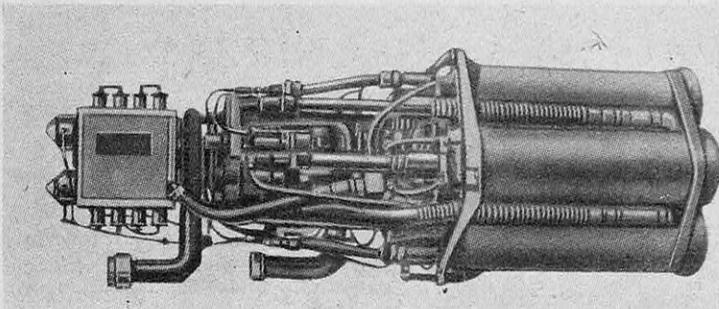

FIG. 14. — LE MOTEUR FUSÉE 6 000 C-4 DE LA REACTION MOTORS
Il existe un autre type de moteur : le moteur-fusée qui d'ores et déjà est capable de fournir l'effort propulsif nécessaire pour dépasser la vitesse du son. La figure 14 représente le moteur 6 000 C-4 développé par la Reaction Motors pour l'avion expérimental Bell XS-1 (1).